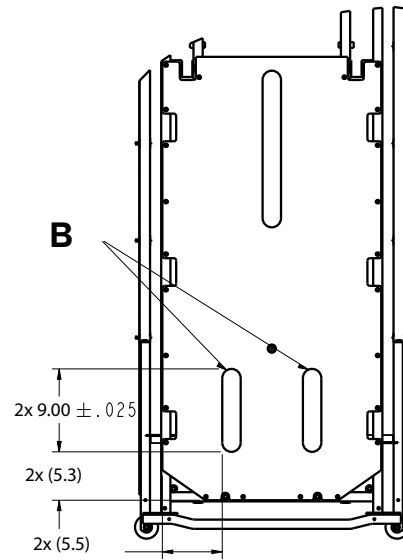

Abbildung 2 – Anbringen der Velcro®-Klettbänder am Fußende
9. Zum Anbringen der **Velcro®**-Klettbänder (B) am Fußende die Schritte 1–8 wiederholen (Abbildung 2).